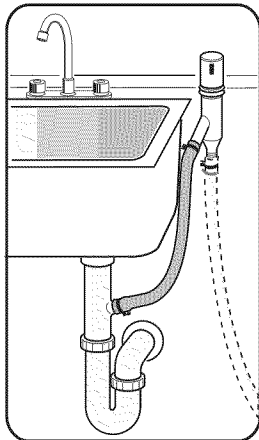

Ilustración 27
- 3 A la conexión de evacuación debajo del fregador y a través de un dispositivo de ventilación, como muestra la Ilustración 27.